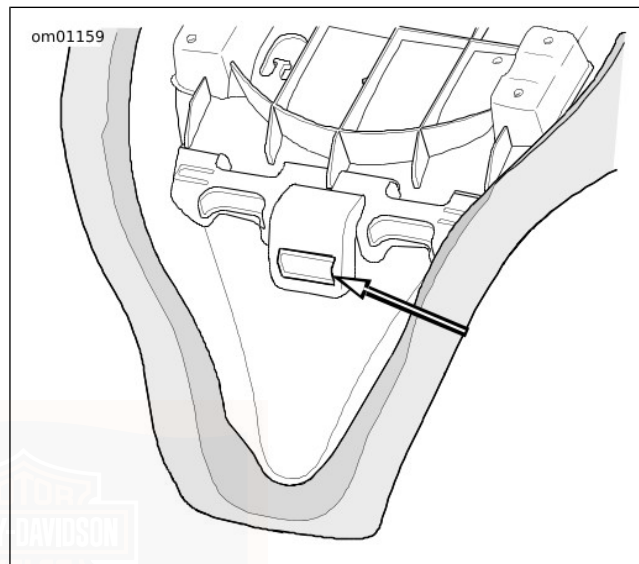

Abbildung 82. Sitzbefestigungsschlitz
1. Siehe Abbildung 82. Den Sitz auf den Rahmenrücken legen.